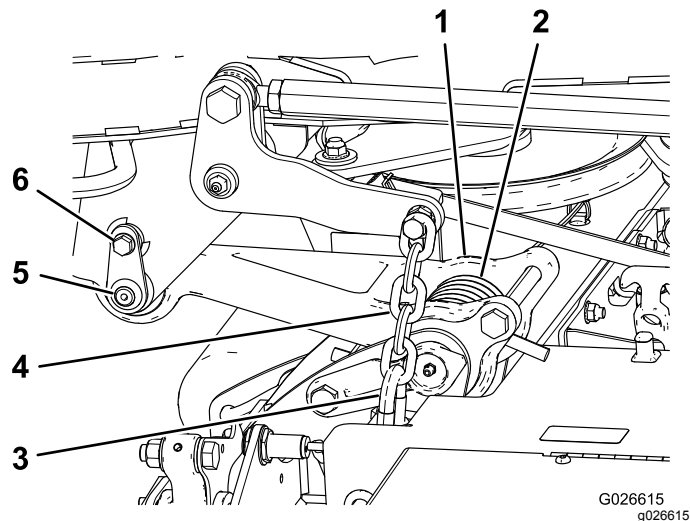

図 19
注 各リンクの下に角材などを置いて、上昇状態を保持する 図 19。
2. プルリンクをキャリアフレームに合わせて、リンクをリテーナピンで接続する 図 19。
3. リテーナピンは、ショルダねじでフレームに固定する 図 19。